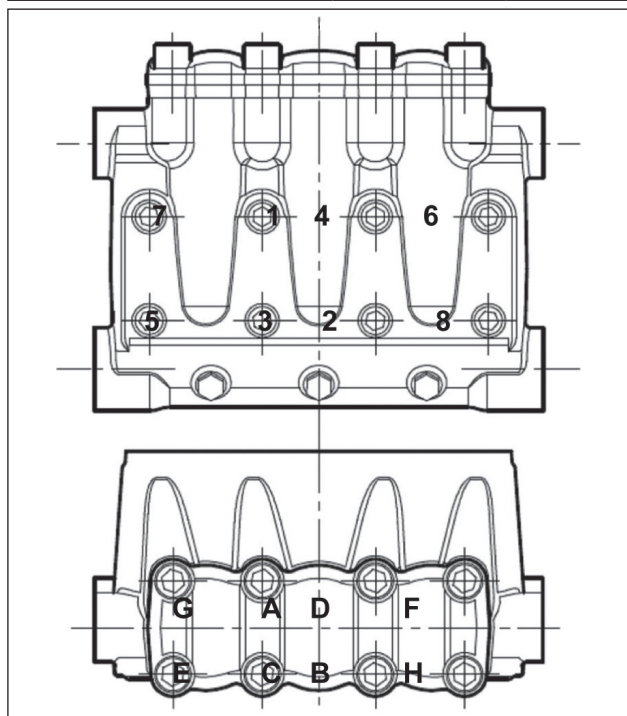

Рис. 34
- ** Винты крепления торца, поз. 47 на деталировочном чертеже, должны затягиваться динамометрическим ключом в порядке, указанном на схеме (Рис. 34).
- *** Винты крепления крышки клапанов (поз. 45 на деталировочном чертеже) должны затягиваться динамометрическим ключом в порядке, указанном на схеме (Рис. 34).